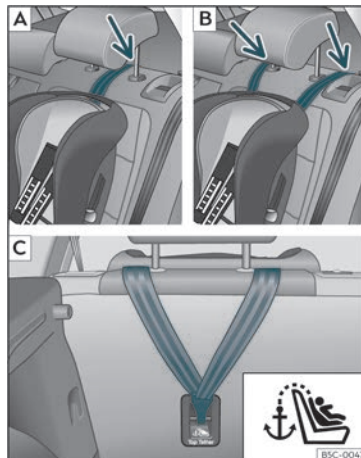
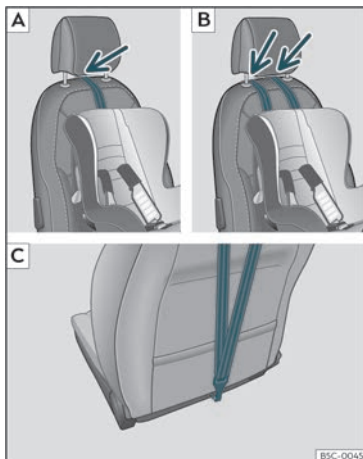

Fig. 33 Sedili posteriori: regolazione e montaggio in base alla cintura Top Tether.
Fig. 34 Sedile del passeggero anteriore: regolazione e montaggio in base alla cintura Top Tether.
- Posizionare la cinghia sotto il poggiatesta >>> **fig. 33** **A** o **B**, >>> **fig. 34** **A** o **B** (in base
- Far scorrere la cinghia e fissarla correttamente al punto di aggancio della parte posteriore dello schienale >>> **fig. 33** **C**, >>> **fig. 34** **C**.